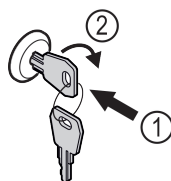

Fig. 152 Représentation à titre d'exemple
- Insérer la clé Fig. 152 (1).
- Tourner la clé à 90° dans le sens horaire Fig. 152 (2).